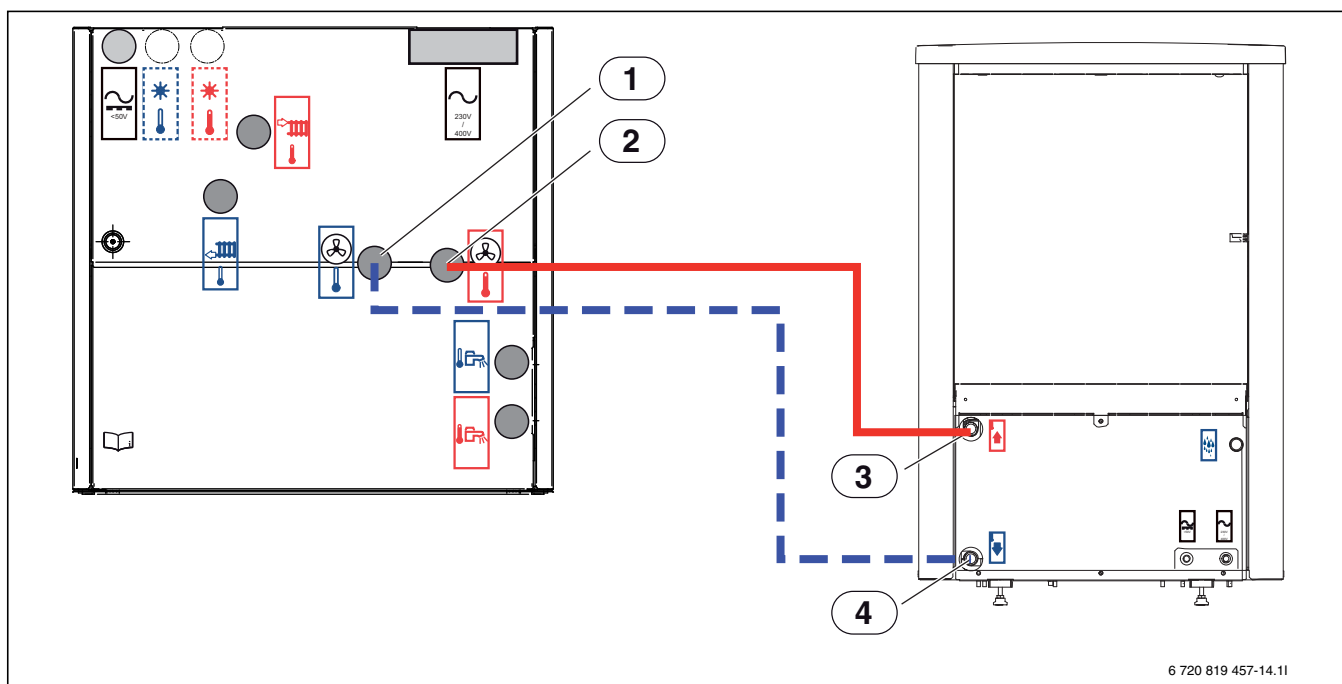

Bild 14 Värmepumpsmodul anslutningar värmepump
- Anslut returledningen till värmepumpen [4] 14 till värmebärare ut [1] Bild 14.
- Anslut framledningen från värmepumpen [3] 14 till värmebärare in [2] Bild 14.